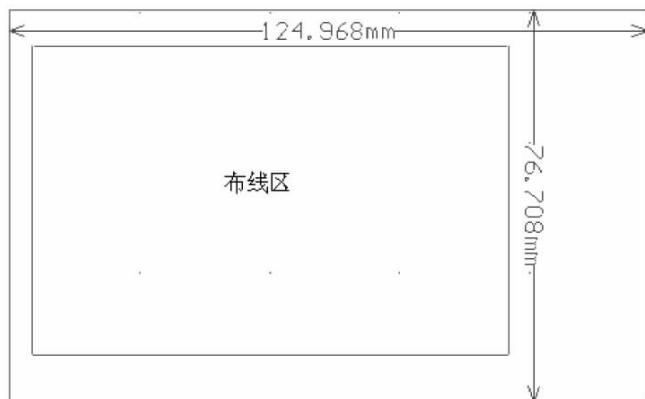

图 1.11 绘制禁止布线框
(5)在禁止布线层绘制禁止布线框,确定自动布线范围,如图 1.11 所示。